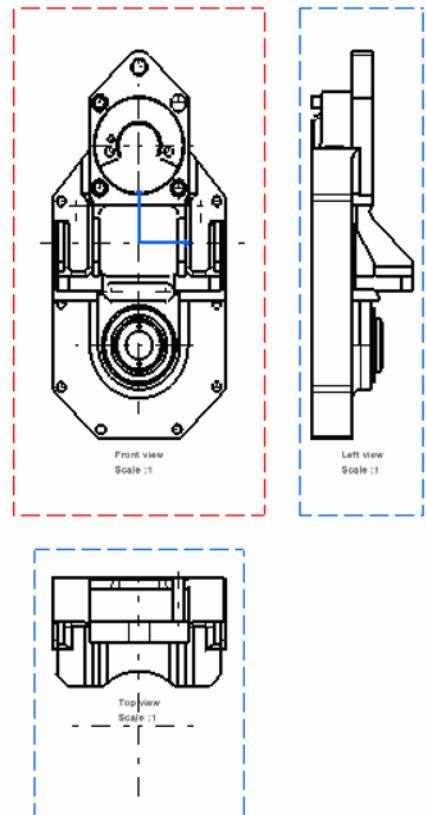

Fig.38. Adaugarea vederii de sus a piesei
- Procedand analog se defineste vedere de sus a piesei (fig.38).